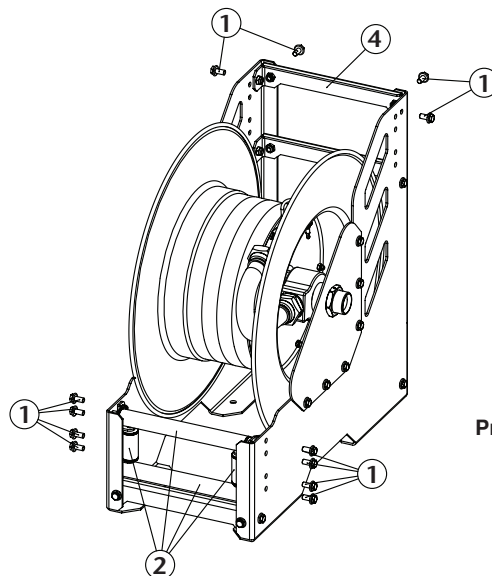

Рис. 1
3. Отвинтить болты (1), извлечь выходные ролики шланга (2) и снять поперечину (4) (рис.1).